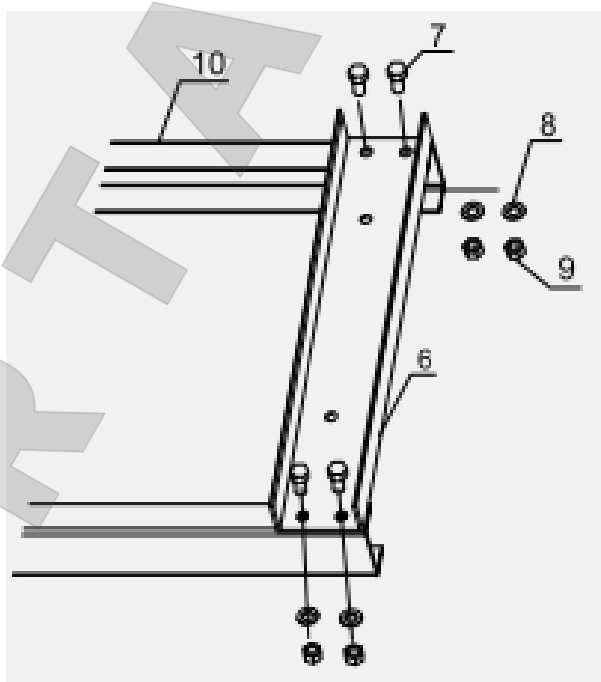

Рисунок 2,
2. Положите опорные стойки (10) на плоскую горизонтальную поверхность. Совместите отверстия в верхней балке (6) с отверстиями в верхних частях опорных стоек (10), соедините их болтами (7) с шайбами (8) и гайками (9). См. Рисунок 2.